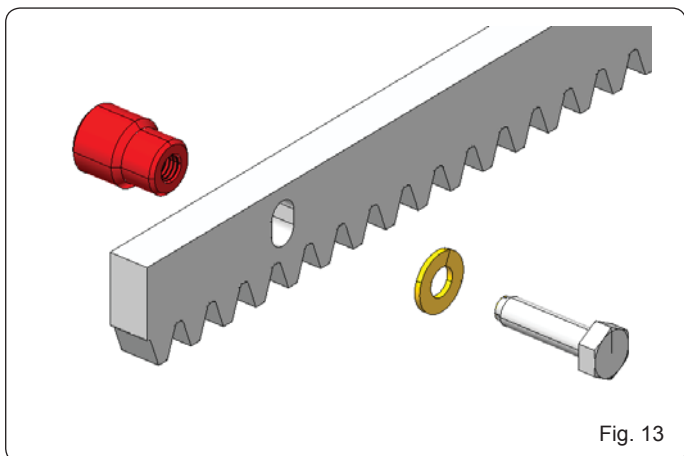

Fig. 13
5.4.1 CREMALLERA DE ACERO PARA SOLDAR (Fig. 13)